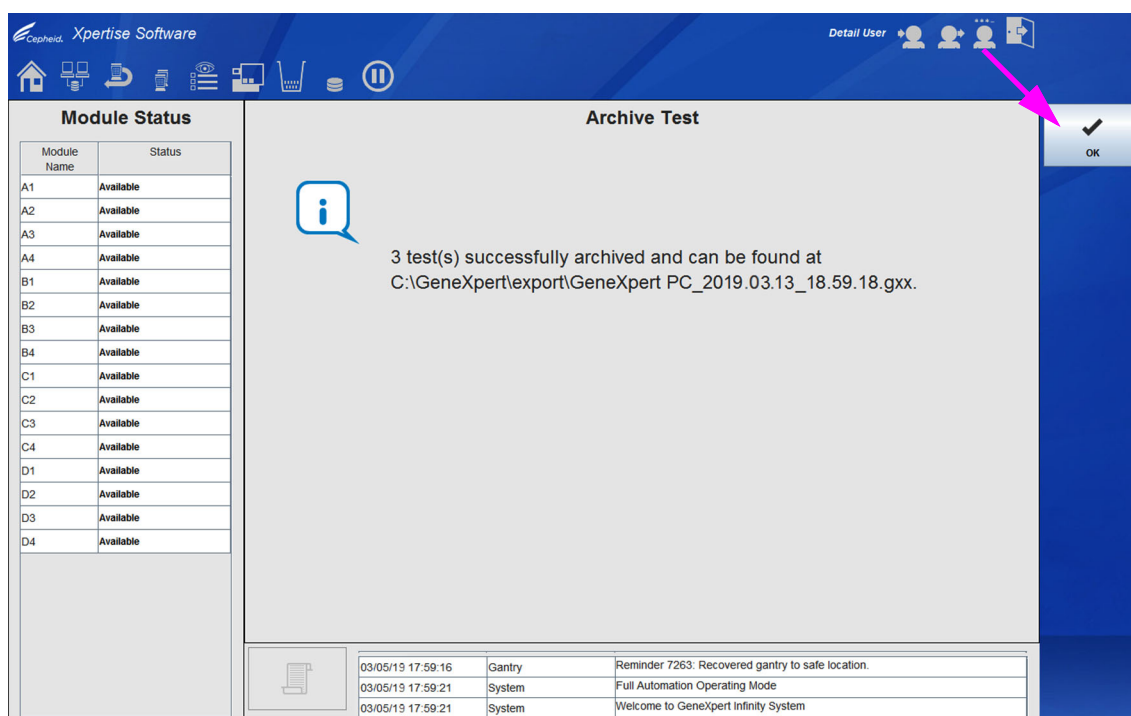

図 5-136. テストのアーカイブワークスペース – 保存確認の成功
6. アーカイブが完了すると、テストがアーカイブされたこととアーカイブのファイル名を示す確認ワークスペースが表示されます（図 5-136 を参照）。**OK** ボタンを選択します。